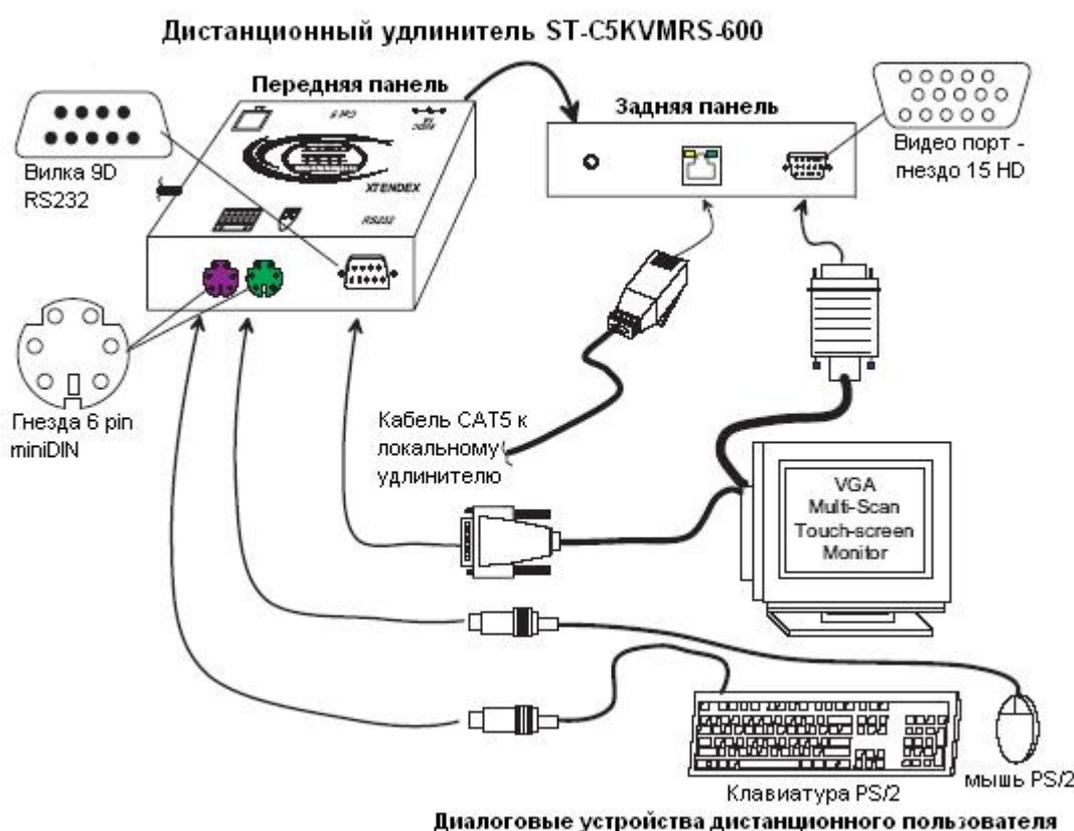

Рис.3 – Подсоединение удаляемых устройств к дистанционному удлинителю
| Рис.3 – Подсоединение удаляемых устройств к дистанционному удлинителю ...            | 9  |
3. Сделайте все необходимые соединения для работы дистанционного пользователя (см. Рис.3)
4. Удостоверьтесь, чтобы кабель CAT5 был подключен в соответствии с инструкцией в разделе «Подготовка к установке» ранее в данном руководстве. Подсоедините кабель CAT5 к порту «CAT5» на задней панели дистанционного удлинителя (см. Рис.3). Кабель должен идеально встать в оба узла, если соблюдены все правила подключения.